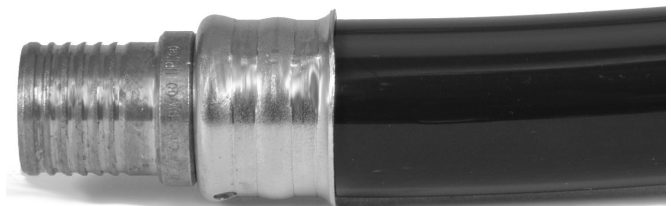

Figura 3 – Acoplamiento engarzado correctamente
- Revise la unión sellada (Figura 3). Fijese en lo siguiente :